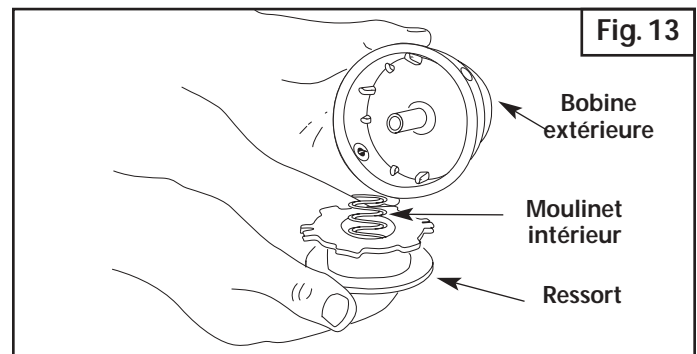

Fig. 13
2. Retirez le moulinet intérieur de la bobine extérieure (Fig. 13).
3. Retirez le ressort du moulinet (Fig. 13).
2. Retirez le vieux moulinet intérieur de la bobine extérieure (Fig. 13).